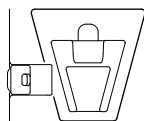
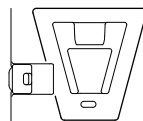

図 3
図 4
- ・カメラモジュールのVエッジが下がっていると、結合できません。(図 3)カメラモジュールのレコーディングモジュールリリースレバーを、押し下げてください。Vエッジが上がります。(図 4)